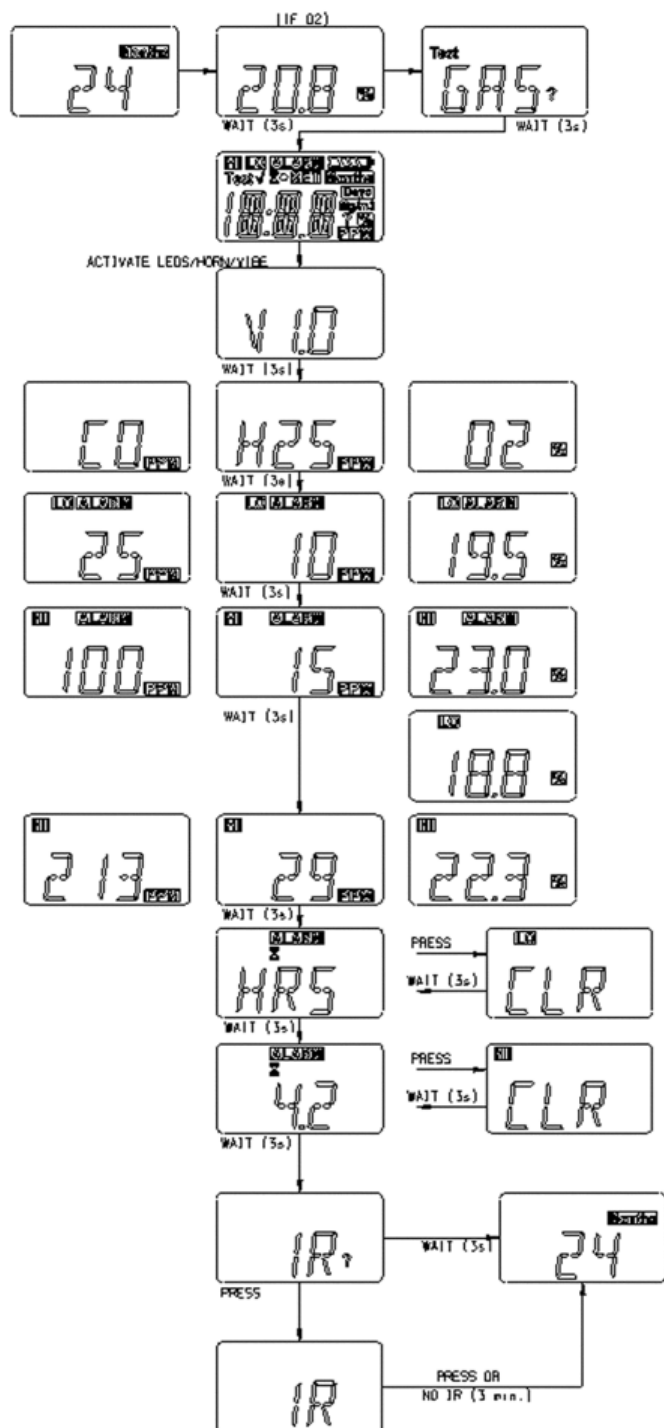

Figura 5 Diagrama de flujo del acceso a las páginas del Altair
- Consulte la sección Figura 5 para obtener información más detallada al respecto.